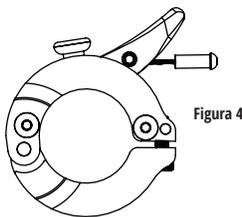

Figura 4
1. Instale o kit de controle da trava no lado esquerdo do guidão da bicicleta e com a alavanca de acionamento posicionada para cima, conforme ilustrado na figura 4;